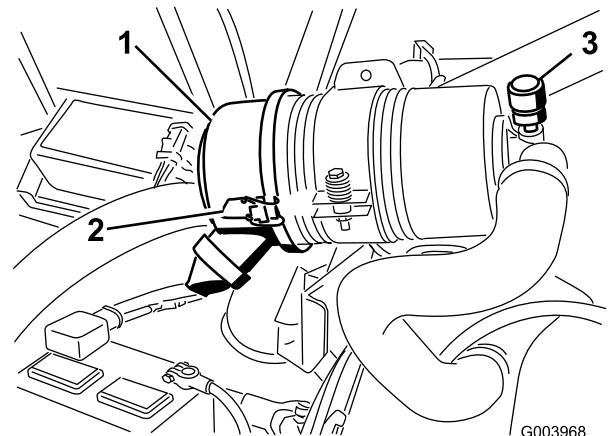

图 74
仅在维护指示器图 74 要求时维护空气滤清器滤芯。在必须更换之前更换空气滤清器只会增加灰尘在滤清器拆下时进入发动机的几率。
1. 松开将空气滤清器盖固定到空气滤清器壳体上的搭扣图 74。